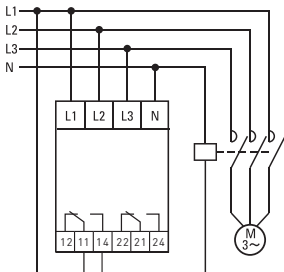

Рис. 4 – Схема подключения реле
2. Проведите электромонтаж реле согласно схемы подключения (рис. 4).